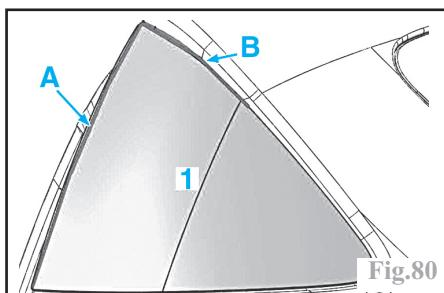

Fig.80
A l'extérieur (Fig.80), à l'aide d'un ruban adhésif, maintenir le joint sur la glace de custode (1) soulevé sur toute sa longueur en A et B.